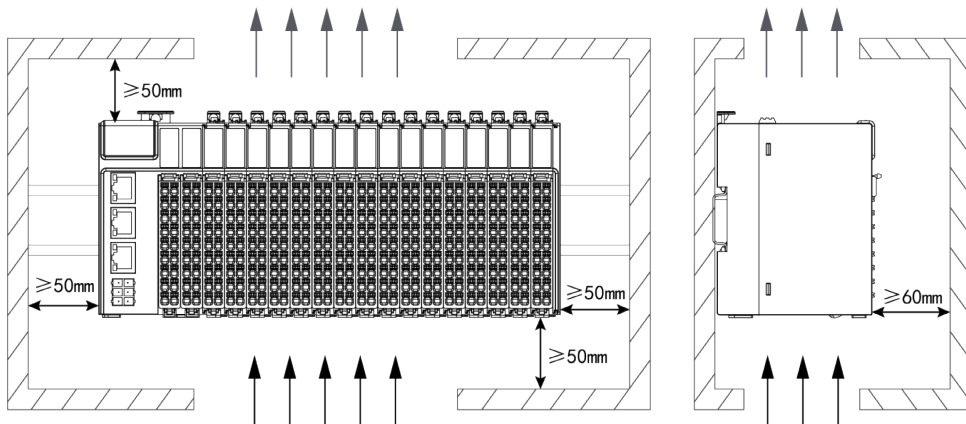

Рисунок 4
4. Теплоотвод осуществляется за счёт естественной конвекции. Для обеспечения нормального теплового режима необходимо соблюдать следующие условия (рисунок 4):